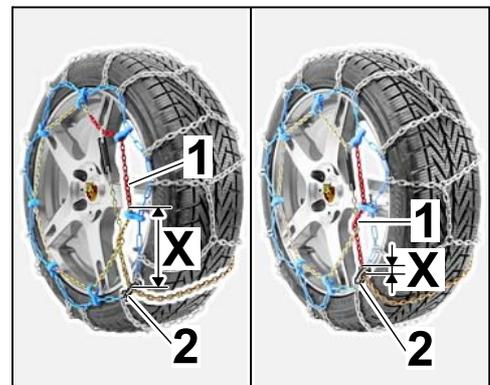

Fig. 12
- La zone repérée en rouge de la chaîne de serrage doit être complètement tendue par la fente de la plaque de fermeture. En fonction des dimensions du pneumatique, la distance entre la zone repérée en rouge et la fente de la plaque de fermeture (cote X ⇒ Fig. 12 -X-) peut varier.